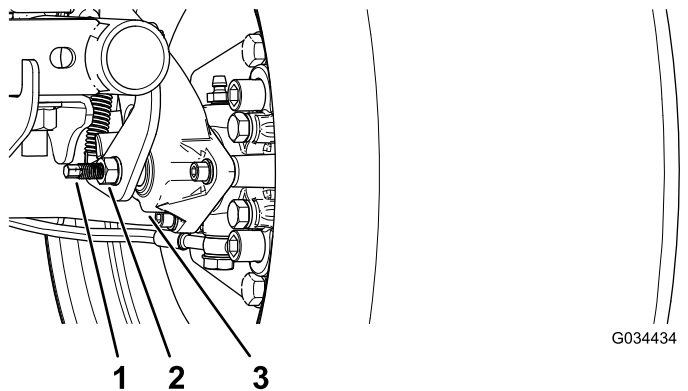

Figura 53
3. Utilizzando 2 chiavi, mantenete fermo il montante di regolazione sulla pinza con una chiave e allentate il controdado di 1/4 di giro con l'altra chiave (Figura 53).
4. Tenendo fermo il montante di regolazione e il controdado, girate il montante di regolazione per serrarlo (Figura 53).
5. Tenendo fermo il montante di regolazione e il controdado, allentate di 1/4 di giro (Figura 53).
6. Tenendo fermo il montante di regolazione e il controdado, serrate il controdado (Figura 53).